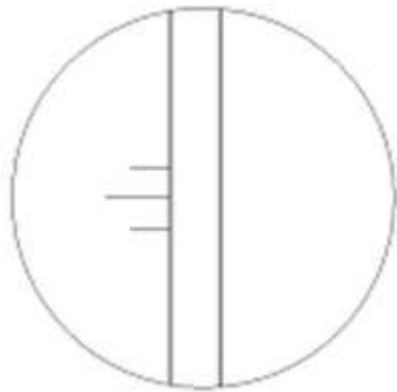

Рис.26
1) Поворотом ручки (3) выровняйте линзы объектива (4) с увеличением 40x с осью поднимающегося винта.
2) Поворачивайте окуляр микрометра, до тех пор пока изображение линий не будет четким, рис.26.